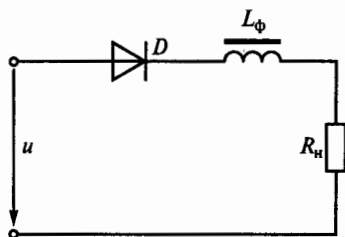

Рис. 199
**8.10.** Каково правильное соотношение между индуктивным сопротивлением  $x_L = \omega L_\Phi$  сглаживающего дросселя и сопротивлением нагрузки  $R_H$  для схемы на рис. 199?